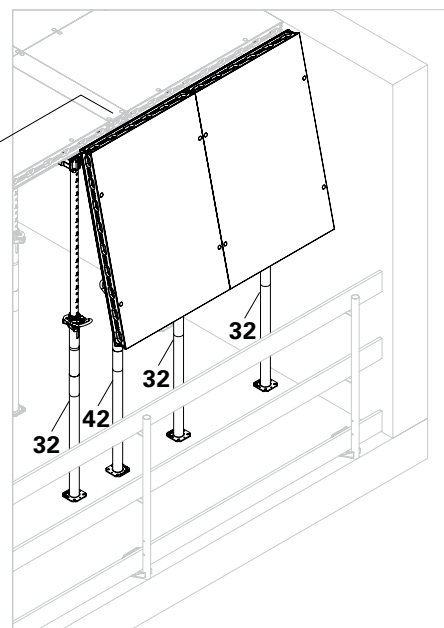

Fig. D4.06b
2. Agganciare i pannelli con attacco per puntelli di stabilizzazione già montato alle teste d'appoggio DFH e DBH. (Fig. D4.06b + D4.06d)